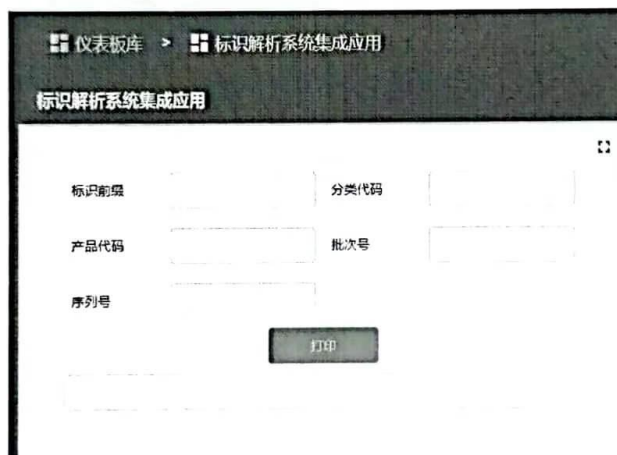
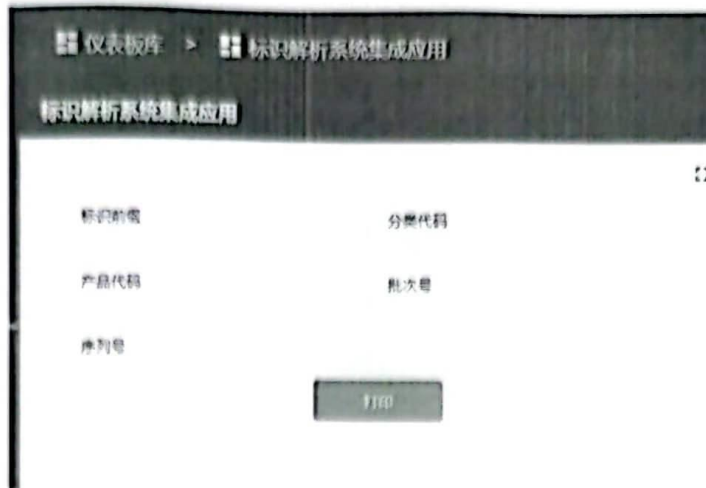

图 2-2-2 标识解析仪表板
图 2-2-3 标识解析仪表盘完整界面
- 将 U 盘资料/资源包中提供的标识解析系统集成应用部件库.json 文件导入部件库、将标识解析系统集成应用仪表板库.json 文件导入仪表板库，并按照图 2-2-2 标识解析仪表板所示开发部件。
- 根据提供的部件库和仪表板库文件，将图 2-2-2 所示的标识解析部件补充完整，部件页面包含标识前缀、分类代码、批次号、序列号输入框和打印按钮，并使用 javascript 代码实现打印功能，如图 2-2-3 所示。